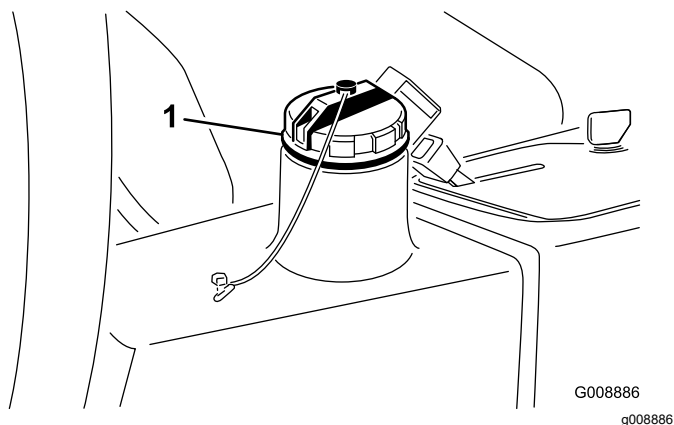

Рисунок 77
5. Залейте гидравлическую жидкость в бак (Рисунок 77); см. Проверка уровня гидравлической жидкости \(страница 57\).